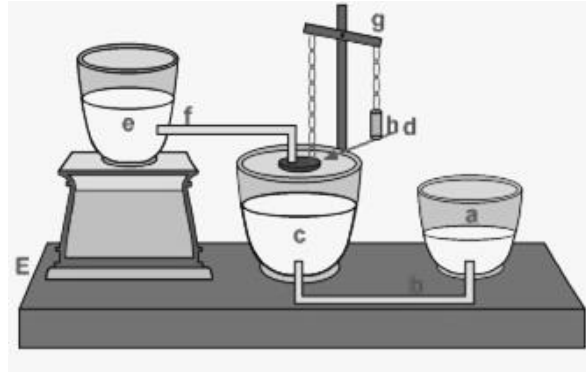

Figura 1.16 Dispensador automático de vino.
- 4.- El despachador de vino mostrado en la Figura 1.16, fue diseñado por Herón de Alejandría. En este sistema, el vino era servido desde un recipiente *a* que se comunicaba con otro recipiente *c* por medio de un vaso comunicante. De tal forma que cuando se sacaba vino de *a*, el nivel de *c* baja y el flotador *d* abre la válvula. Entonces el vino cae dentro de *c* procedente de un gran depósito *e* hasta que la altura de *a* y *c* provoca que el flotador vuelva a tapar la válvula. Determine si el sistema corresponde a uno de lazo abierto o cerrado y justifique su respuesta. Para este sistema cuál es la planta y quién actúa como el controlador?